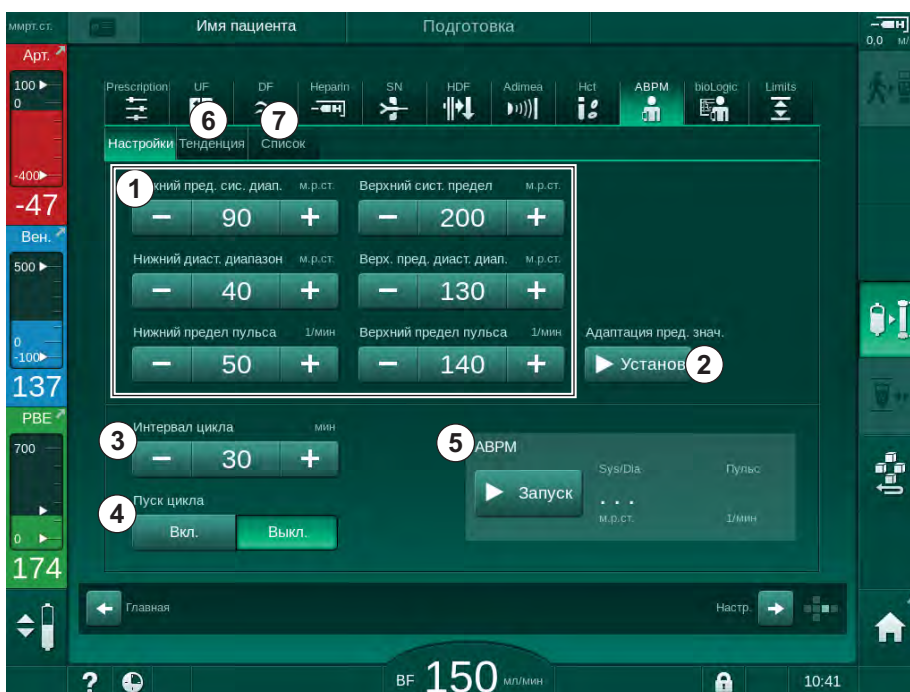

Рис. 11-6 Настройки АВРМ на экране *Ввод*
2. Для адаптации диапазонов сигнала тревоги к значениям, приближенным к измеренным значениям артериального давления, коснитесь *Адаптация диапазона, Задать* (Рис. 11-6, ②).
1. Чтобы активировать/деактивировать выполнение циклических измерений с заданной частотой, выберите *Пуск цикла, ВКЛ.* (Рис. 11-6, ④).
2. Чтобы установить периодичность измерения, выберите *Периодичность цикла* ③. Возможный интервал: от 1 до 60 минут.
Нажмите *Пуск* в поле группы *Настройки ABPM* на экране *Ввод* (Рис. 11-6 *Настройки ABPM* на экране *Ввод* (277), ⑤).